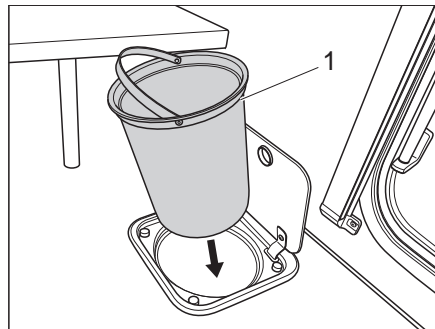

Bild 161 Abfallbehälter Küche
- Abfallbehälter (Bild 161,1) am Henkel entnehmen und nach den gültigen Vorschriften entleeren.